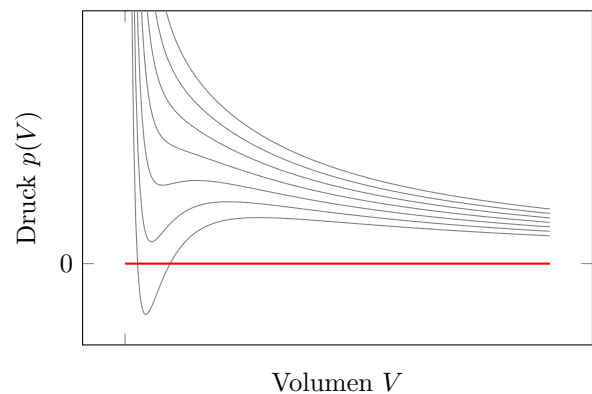

Abbildung 3: Van-Der-Waals Zustandskurven und die Maxwell-Konstruktion
**Definition 4.11.** MAXWELL-KONSTRUKTION In der Abb. 3 der bei der Van der Waals-Gleichung beschriebene Bereich A–D ist unrealistisch. Eigentlich sind dazwischen flüssige und gasförmige Phase miteinander im Gleichgewicht, und die Druck  $p_s$  bleibt konstant.